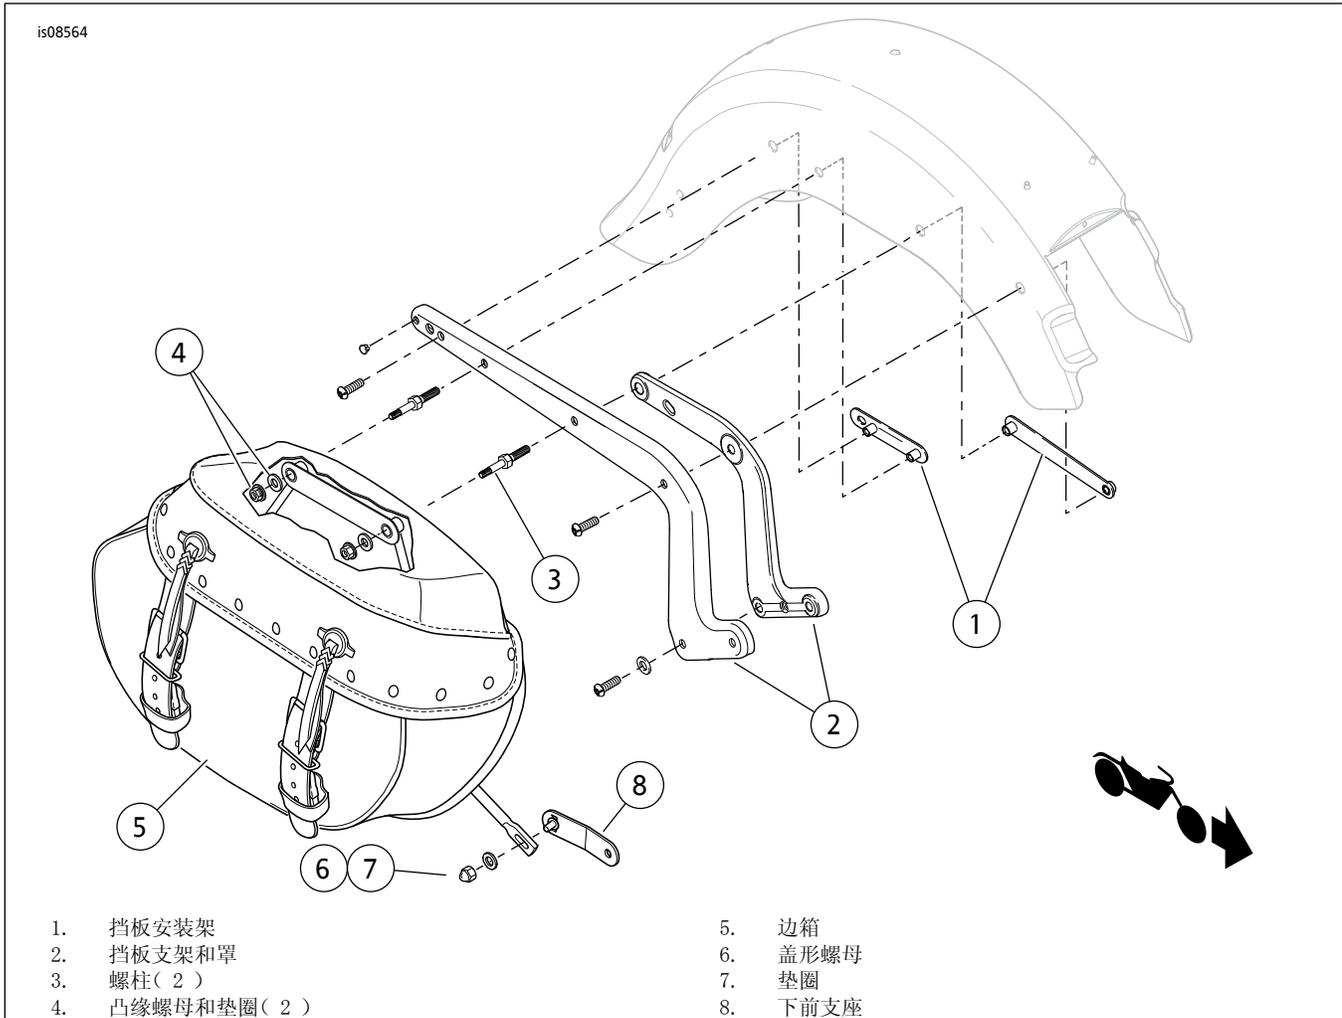

图1. 拆下边箱
1. 参见图1。从前部下支架(8)拆下盖形螺母(6)和垫圈(7)。